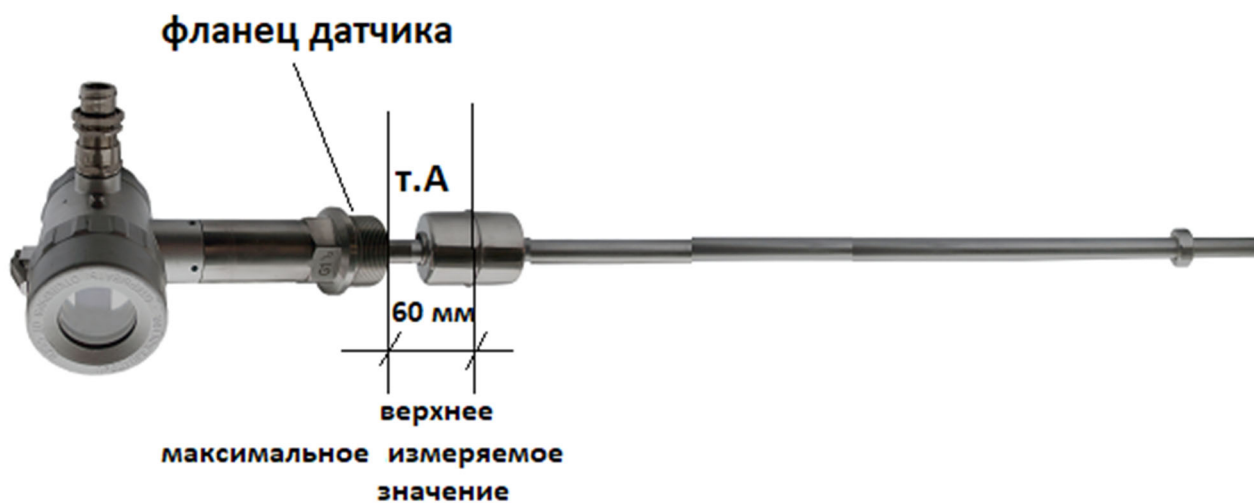

Рис. 9 Верхнее положение поплавка.
2. Установить поплавок в начало датчика на расстояние 60мм от фланца (см. Рис.9).